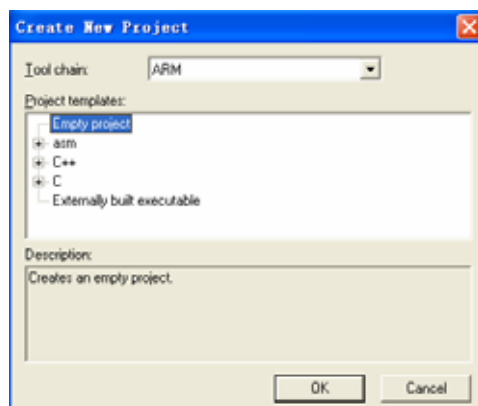

图 3.3 生成新项目窗口
1. 选择主菜单 Project > Create New Project，弹出生成新项目窗口。EWARM 提供几种应用程序和库程序的项目模板。如果选择 Empty project，表示采用默认的项目选项设置，为一个空工程。在本例中我们选择 Empty project，如图 3.3 所示。